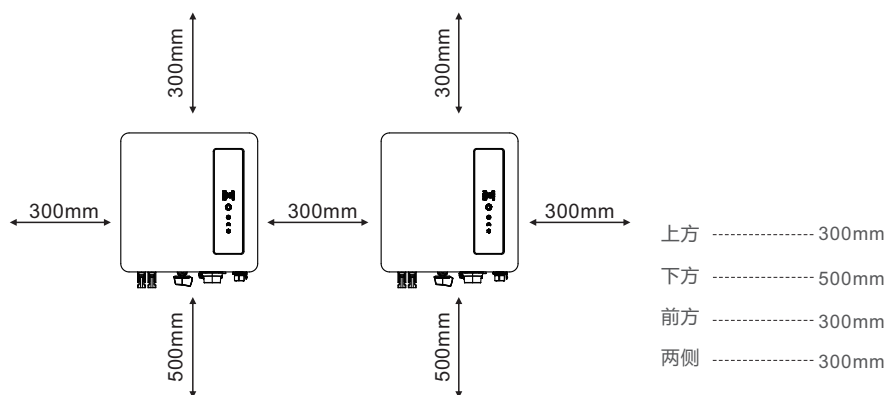

图4.2 逆变器的安装间隙
1. 按照图4.2, 选择背挂板的安装高度并标记安装孔。若是砖墙, 孔位必须适合膨胀螺丝 (ST6.3*60 十字槽六角头自攻螺钉, HJ0108 10*50mm鱼型膨胀管)。使用10mm钻头 钻60mm深度的安装孔。